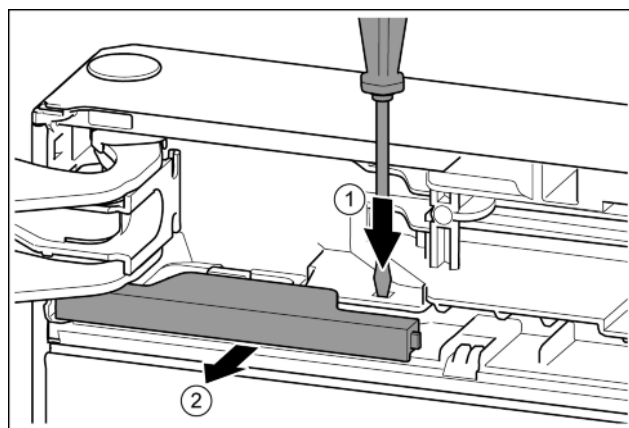

Fig. 11
- ▶ Plochým šroubovákem lamelu přitlačte. Fig. 11 (1)
- ▶ Kryt vytáhněte ze zarážky. Fig. 11 (2)